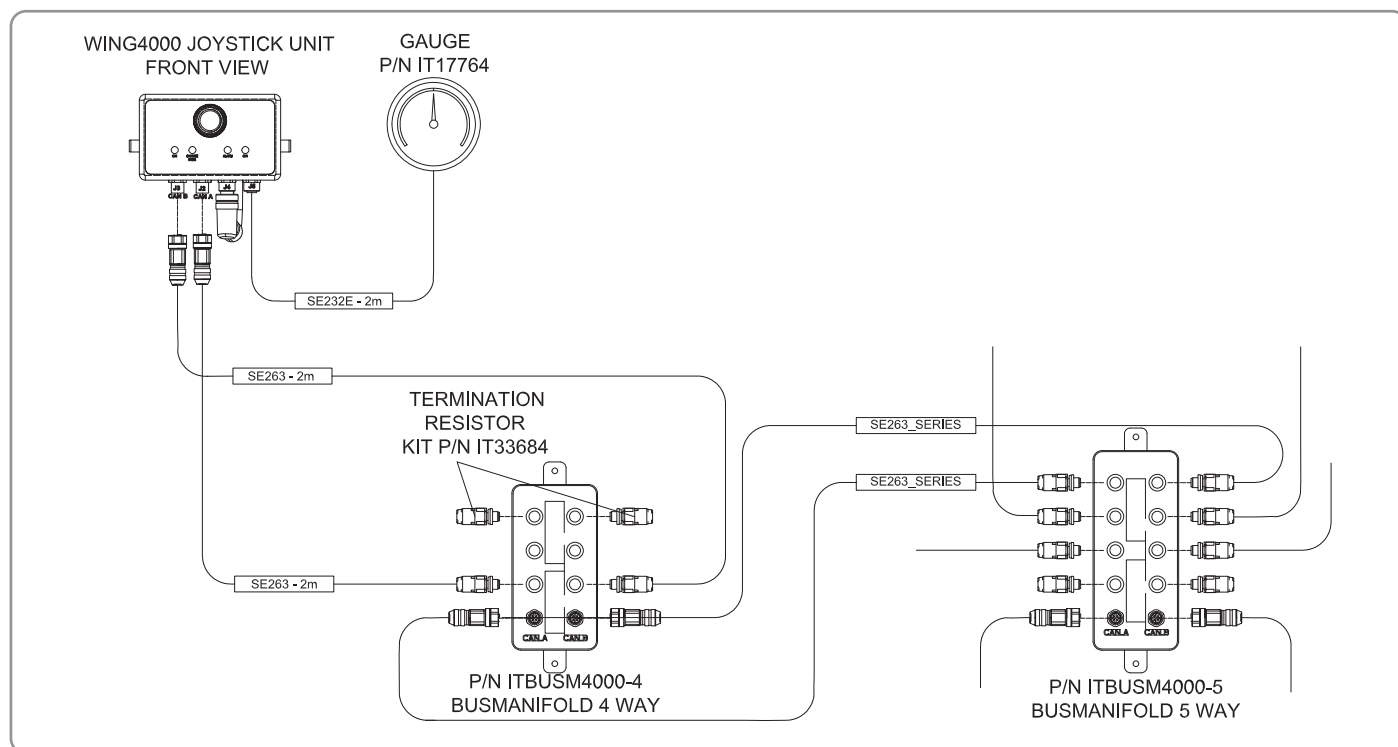

Figura 41 - WING4000 collegamenti
1. Collegare la stazione WING4000 con i cablaggi CAN bus SE-263 (max lunghezza 2 MT) al rispettivo collettore Bus BUSM4000 come indicato in Figura 41.